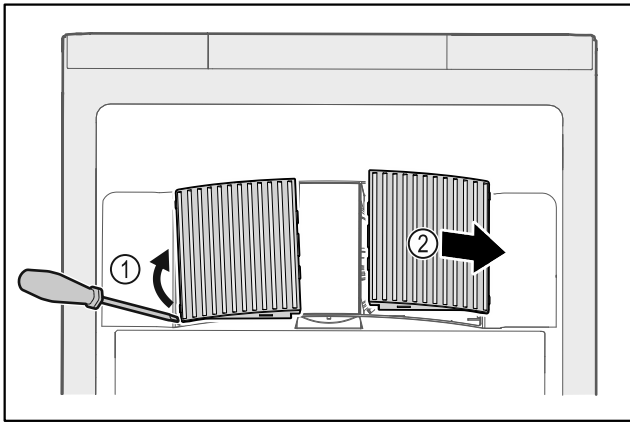

Fig. 141
- ▶ Óvatosan fessegesse le a ventilátor burkolatait oldalról Fig. 141 (1), és emelje le őket előre Fig. 141 (2).